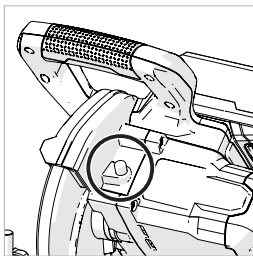

Fig. 18
- Drücken Sie die schwarze Dornsperre, um den Dorn zu sperren. **(Abb. 18)**